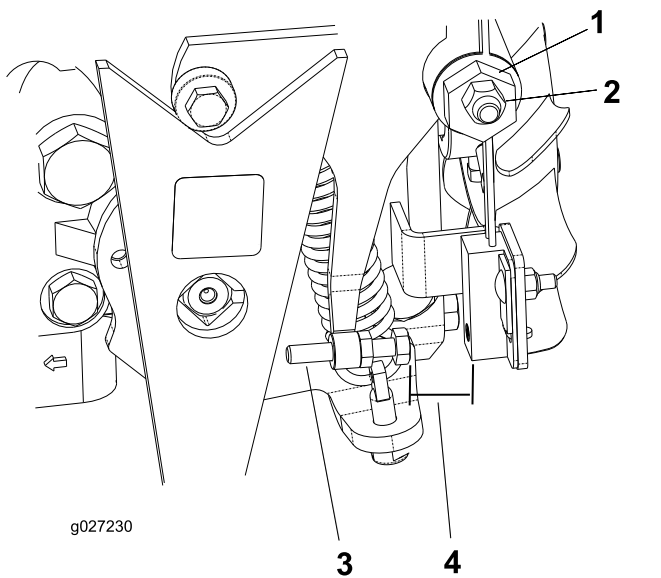

Figura 36
4. Afloje la contratuerca de la leva de ajuste de tracción (Figura 36).
- Arranque el motor y gire la sección hexagonal de la leva (Figura 36) en ambos sentidos para determinar la posición central del intervalo de punto muerto.
- Ajuste el tornillo hasta que el hueco sea de 0,8 a 2,3 mm; consulte Figura 36.